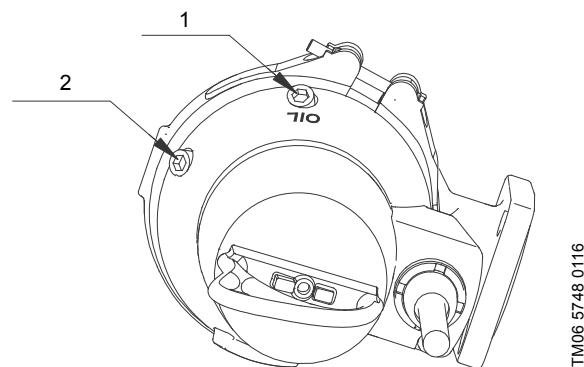

Рис. 7 Масляные пробки
1. Приведите насос в такое положение, чтобы отверстие для контроля уровня масла было снизу. См. рис. 7.
1. Насос должен быть в таком положении, чтобы он лежал на корпусе статора и напорном фланце, а резьбовые пробки были направлены вверх. См. рис. 7.
3. Установите прокладки (194) и обе масляные пробки (193). Затяните винты с моментом 16 Нм ± 2.